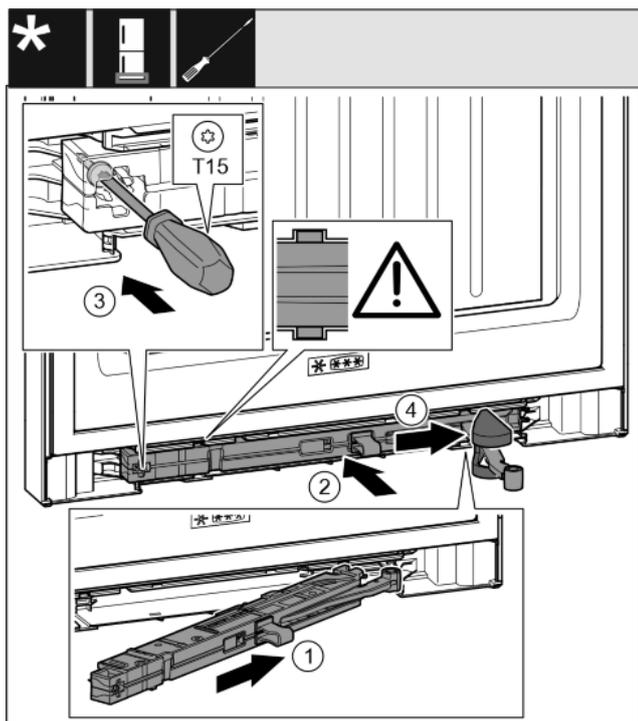

Fig. 36
- ▶ Introduire à fond l'amortisseur de fermeture du côté du support de palier dans la rainure en l'inclinant. Fig. 36 (1)
- ▶ Enfoncer complètement l'amortisseur de fermeture dans la rainure. Fig. 36 (2)
- ▶ Serrer la vis avec un tournevis T15. Fig. 36 (3)
- ▶ Pousser le cache sur la charnière. Fig. 36 (4)